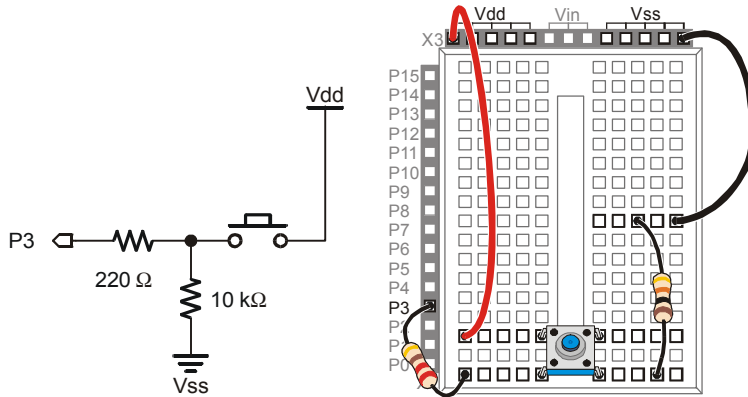
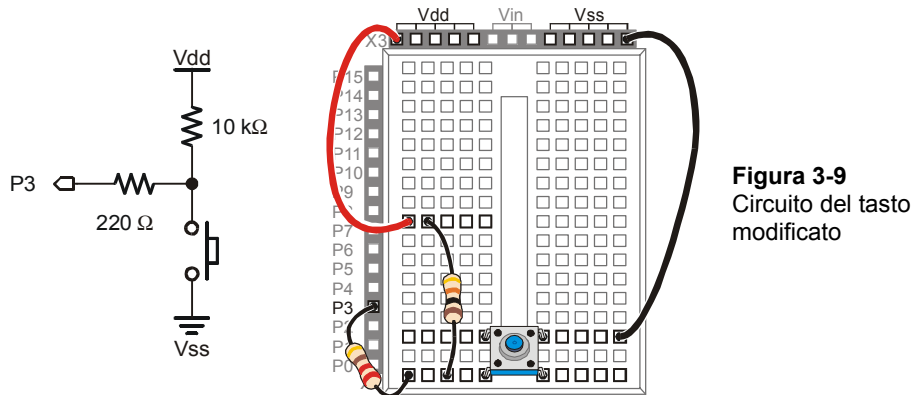

Figura 3-6
Figura 3-9
La Figura 3-6 mostra un circuito di tasto che è collegato al pin I/O P3 del BASIC Stamp.
√ Costruite il circuito mostrato in Figura 3-6.
Il circuito con cui avete appena finito di lavorare ha una resistenza collegata a Vss. Questa Resistenza viene chiamata Resistenza di pull-down perché quando il tasto non è premuto, mantiene P3 al potenziale di Vss (0 volt). La Figura 3-9 mostra un circuito di tasto che usa una Resistenza di pull-up. Questa Resistenza mantiene la tensione a Vdd (5 volt) quando il tasto non è premuto. La regola è ora invertita, quando il tasto non è premuto, **IN3** memorizza il numero 1, e quando il tasto è premuto, **IN3** memorizza il numero 0.
- ✓ Modificate il vostro circuito come mostrato in Figura 3-9.
i **Differenze tra Attivo-basso e Attivo-alto:** Il tasto in Figura 3-9 viene chiamato attivo-basso perché quando il tasto è attivo (premuta), invia al BASIC Stamp un segnale basso (Vss). Il circuito del tasto di Figura 3-6 nell'Esercizio principale è attivo-alto perché invia un segnale alto (Vdd) quando il tasto è premuto.